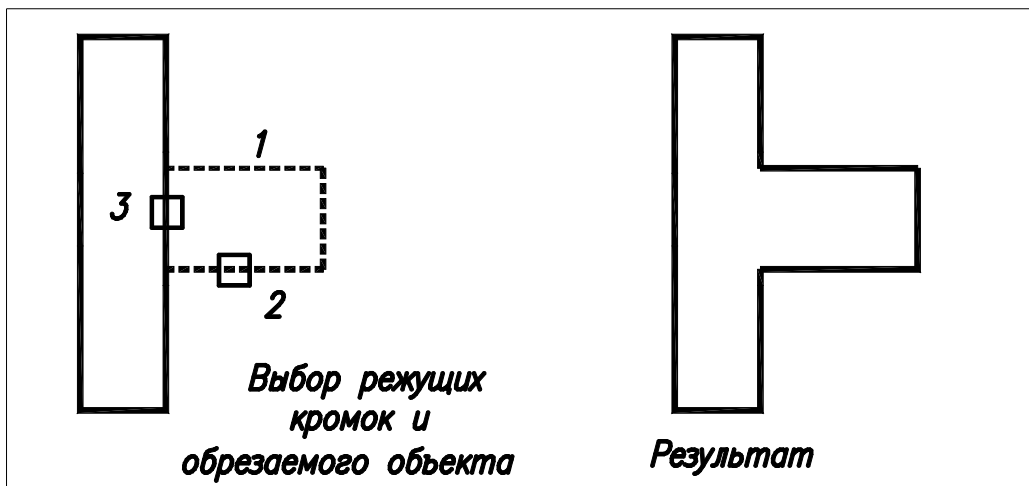

Рис. 3.13. Обрезка объектов
3.3.9 Обрезка объектов (рис. 3.13)